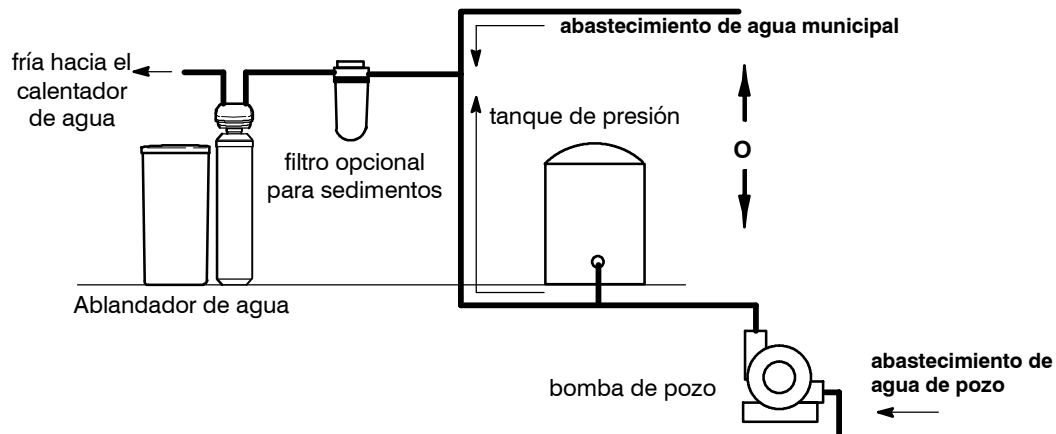

Ilustración 1
- Siempre instale el ablandador de agua entre el calentador de agua y la entrada de agua. Cualquier otro equipo instalado para el acondicionamiento del agua se debe instalar entre el ablandador de agua y la entrada de agua (ver la ilustración 1).